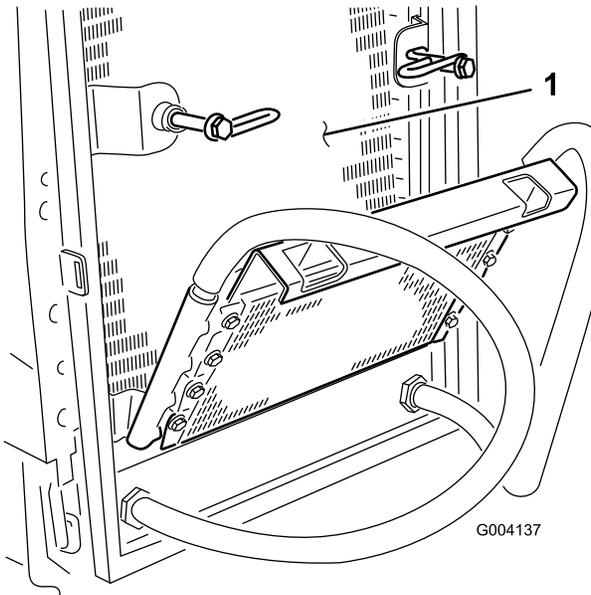

図 67
6. オイルクーラとラジエターの裏表を図 67圧縮空気で丁寧に清掃する。